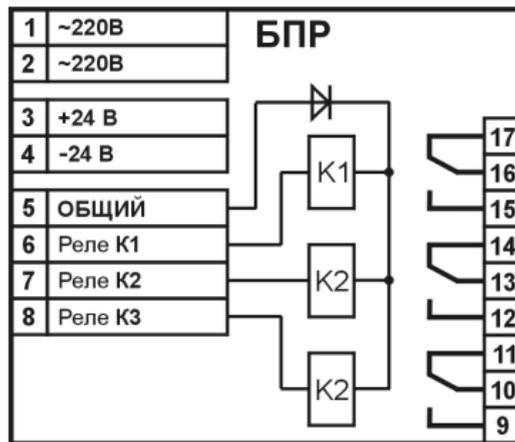

Рис. 3.1.
3.1 Нумерация и назначение клемм показана на рис. 3.1.